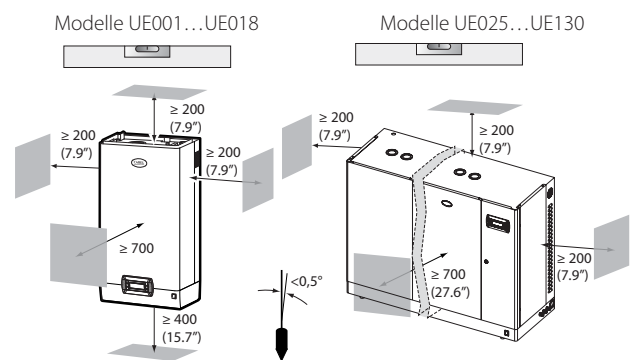

Fig. 1.d
- Den Befeuchter horizontal ansetzen und den Mindestabstand einhalten (siehe Fig. 1.d), damit die nötigen Wartungsarbeiten durchgeführt werden können.
Den Befeuchter mit den im Lieferumfang enthaltenen Schrauben und der bereits angeschraubten Befestigungsvorrichtung an der Wand montieren (für die Abmessungen in mm siehe Fig. 1.d).